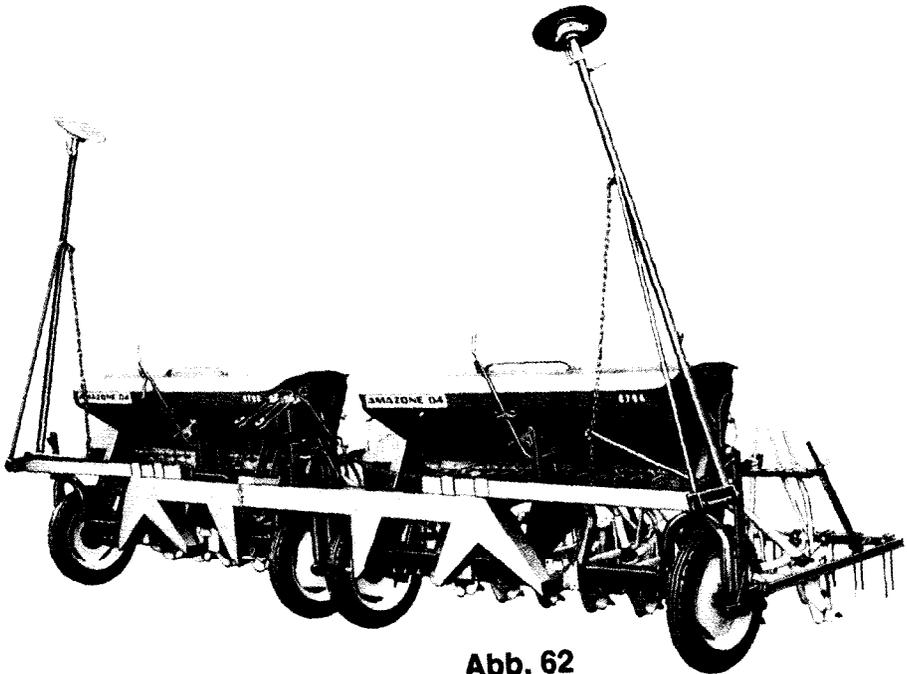

Abb. 62
x) Koppelrahmen (siehe Abb. 62)